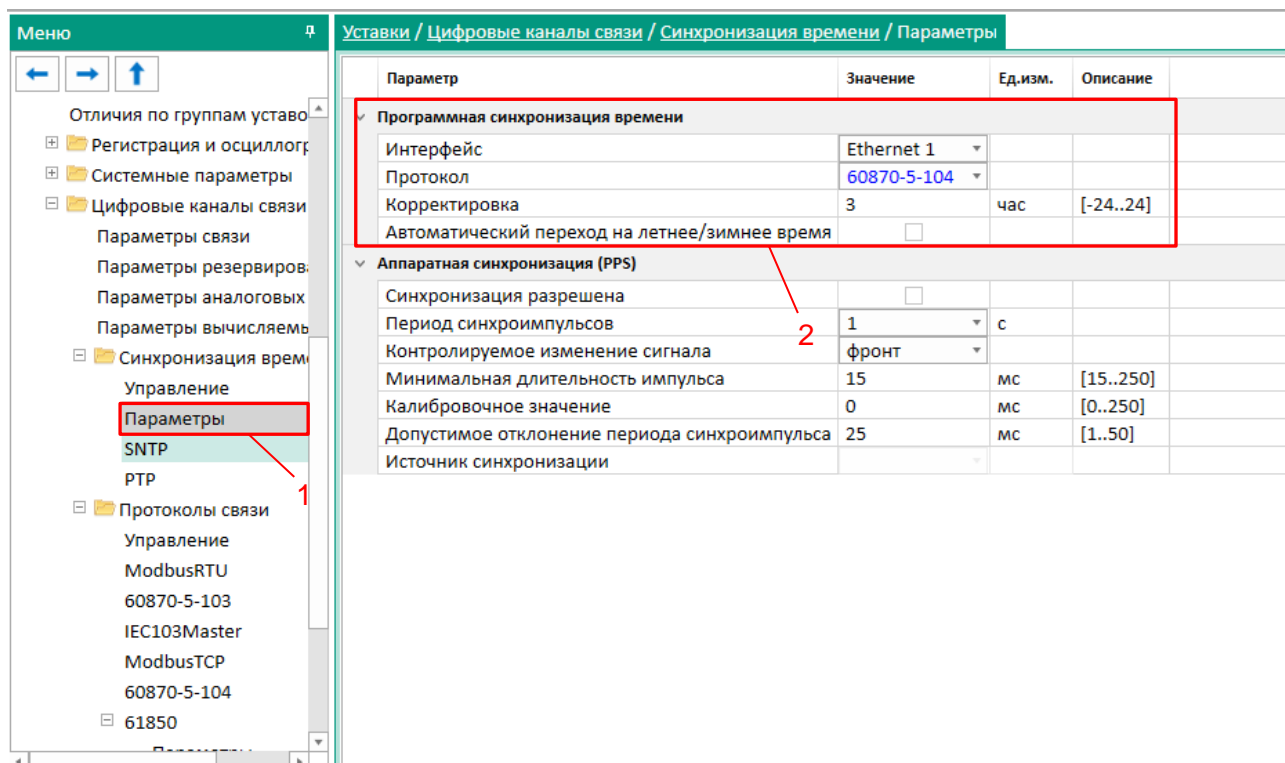

Рисунок 13 – Настройка синхронизации времени
3.5.1 В «дереве» проекта программы Smart Monitor выбрать пункт меню **Уставки** → **Цифровые каналы связи** → **Синхронизация времени** → **Параметры** (см. рисунок 13, поз. 1), щёлкнув один раз левой кнопкой мыши на соответствующий пункт в «дереве» проекта. Откроется окно **Параметры**.
3.5.2 В поле **Программная синхронизация времени** (см. рисунок 13, поз. 2) в выпадающем списке **Интерфейс** выбрать интерфейс, на который назначен протокол МЭК 60870-5-104: **60870-5-104**.
3.5.1 Если необходимо задать значение корректировки внутренних часов терминала относительно временной метки, передаваемой по протоколу МЭК 60870-5-104 в поле **Корректировка** (см. рисунок 13, поз. 2) следует выставить требуемую разницу в соответствии с проектом.
3.5.2 Если требуется функция автоматического сезонного перевода времени, следует установить флажок в поле **Автоматический переход на летнее/зимнее время** (см. рисунок 13, поз. 2).